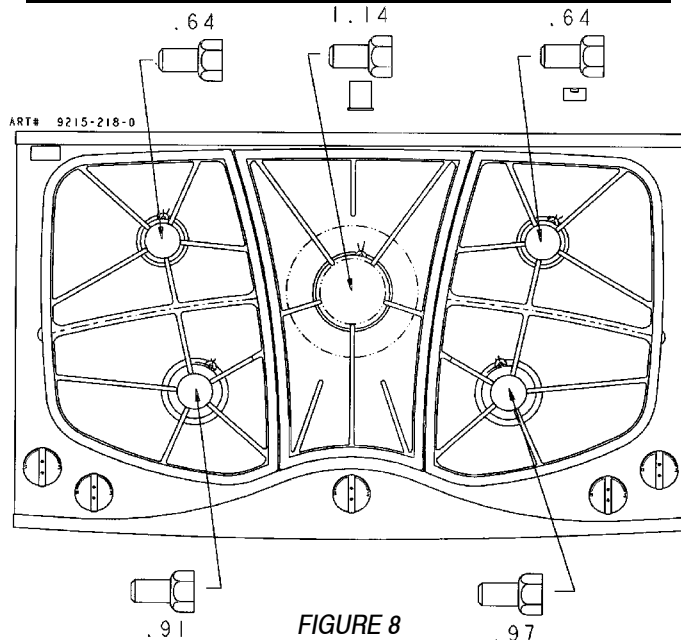

FIGURE 8
**Étape 4 :** Trouver le paquet de raccords à orifice GPL compris avec la documentation. Les raccords ont un nombre estampillé en petits chiffres sur le côté. Ce nombre est un code du diamètre de l'orifice et de l'emplacement du brûleur qui lui convient. La figures 8 et 9 montre l'emplacement correct d'un raccord à orifice pour GPL.